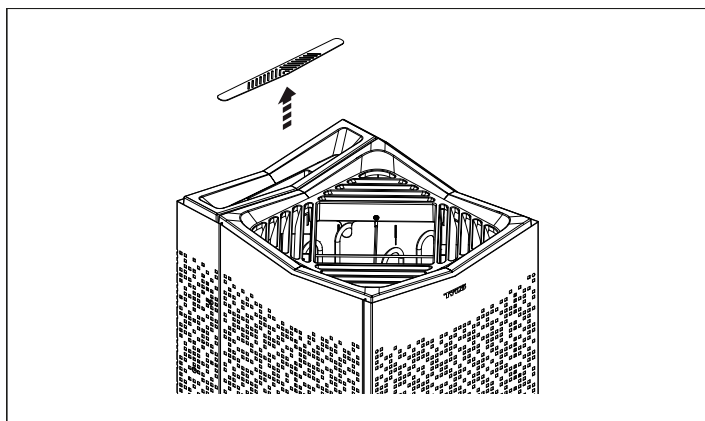

Fig 8: Ta bort örtsil
1. Ta bort örtsilen från örtskålen, se fig 8.